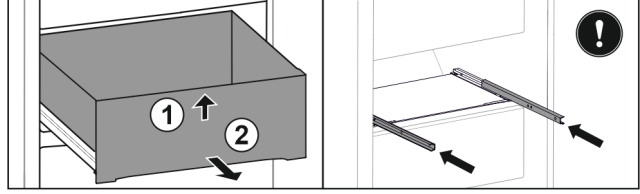

Fig. 113
- Çekmeceyi ön tarafından kaldırın. Fig. 113 (1)
- Çekmeceyi öne doğru çıkartın. Fig. 113 (2)